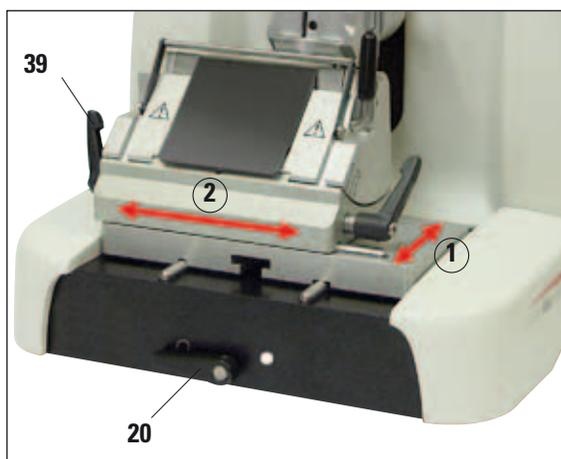

Fig. 27
- Per allentare il bloccaggio, girare in senso antiorario la leva di serraggio (20, fig. 27) a destra del basamento del microtomo.
- Per bloccare, girare la leva (20) in senso orario.